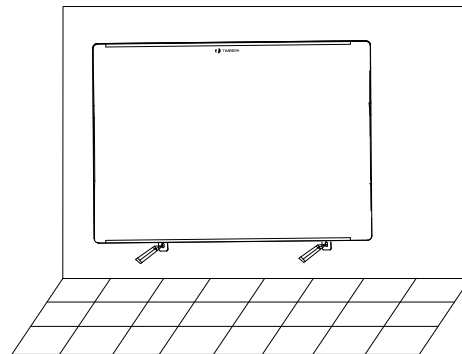

Рис. 6
6. Разместите конвектор на кронштейнах. Поставьте разметку на стене через отверстия крепежей (см.п. 5), после чего снимите прибор с кронштейнов и просверлите отверстия (диаметр сверла 6 мм), вставьте дюбели (не входят в комплект поставки) (рис. 6).